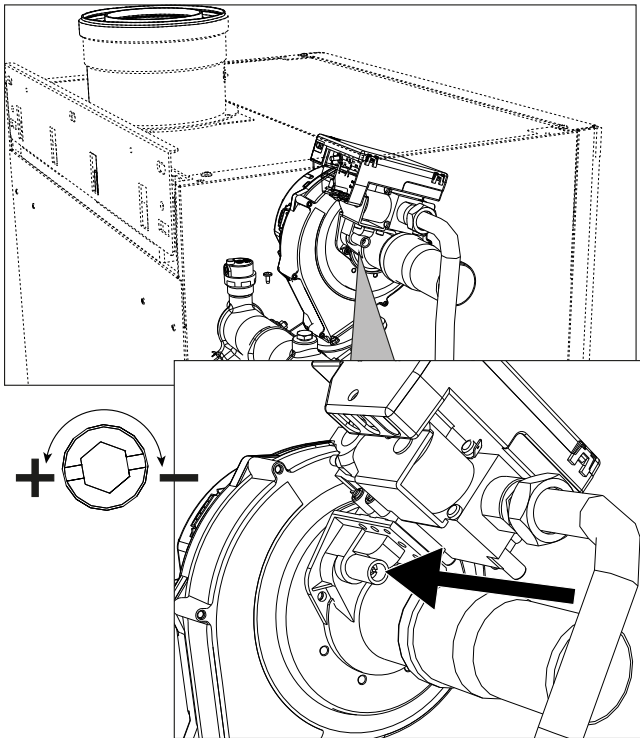
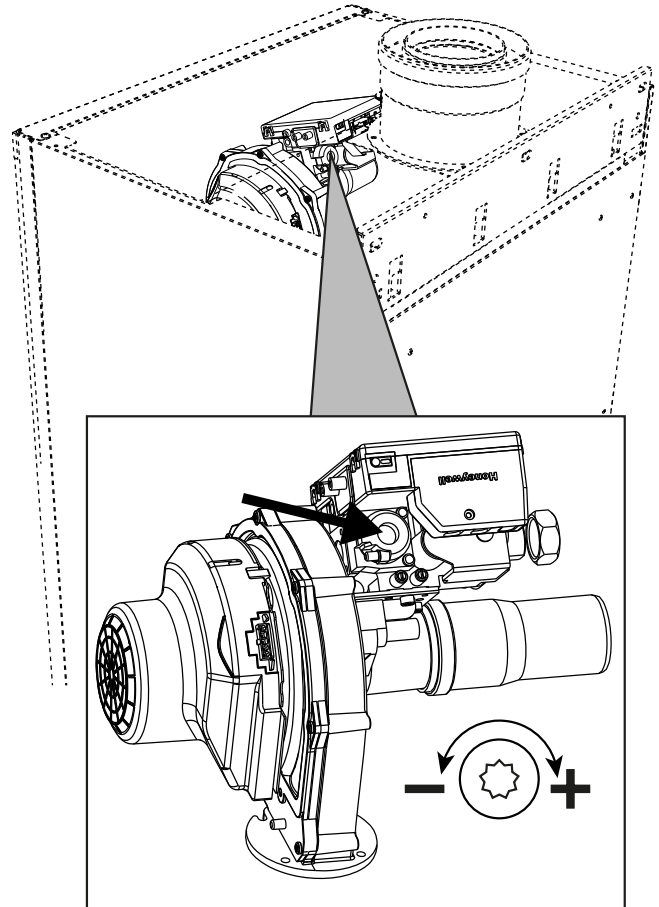
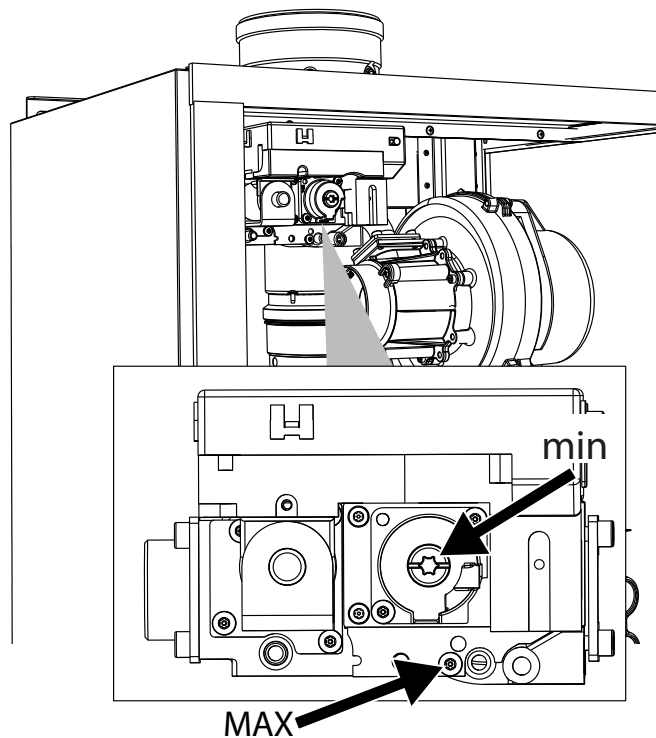

fig. 77- Réglage maximum modèles W 60 et W 80
fig. 78- Réglage minimum modèles W 60 et W 80
fig. 79- Réglage maxi et mini modèles W 99, W 120 et W 150
- En présence de valeurs différentes des valeurs attendues, régler le CO₂ à l'aide de la vis de réglage du maximum en réglant les valeurs de CO₂ indiquées. Voir **fig. 77** pour les modèles **W 60** et **W 80** ou **fig. 79** pour les modèles **W 99**, **W 120** et **W 150**.
- Si les valeurs de CO₂ sont différentes de celles indiquées, ajuster doucement la vis « OFFSET » minimum, en vérifiant que le CO₂ est correct. Voir **fig. 78** pour les modèles **W 60** et **W 80** ou **fig. 79** pour les modèles **W 99**, **W 120** et **W 150**.